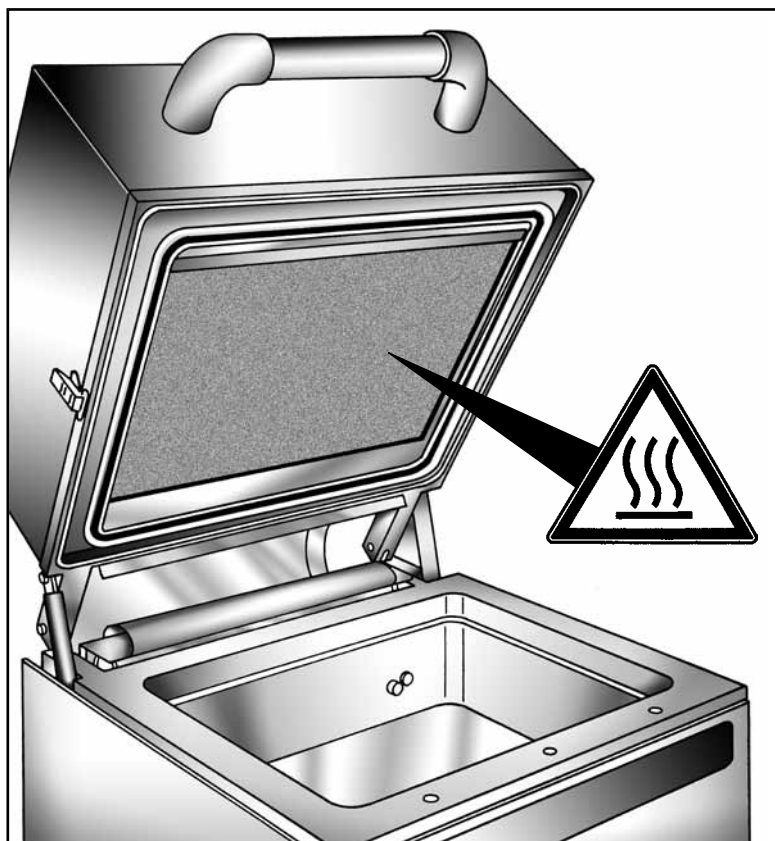

Fig. 1
- 2) Régler la température de la plaque entre 70 et 80°C (**Fig. 1**).